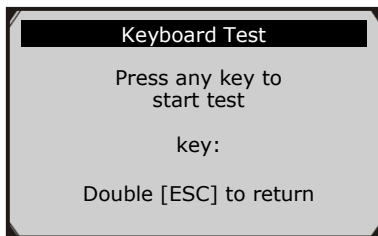

Figure 3.10
- 2) Appuyez sur n'importe quelle touche pour commencer le test. Lorsque vous appuyez sur une touche, le nom de la touche doit s'afficher à l'écran. Si le nom de la touche ne s'affiche pas, cela signifie que la touche ne fonctionne pas correctement. (Figure 3.10)